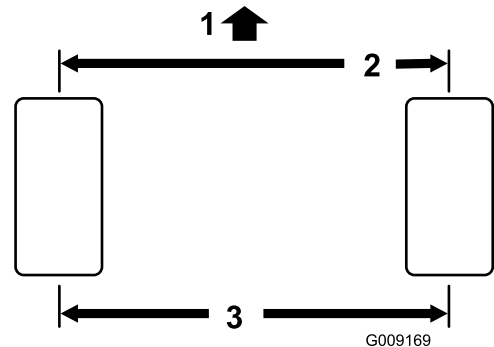

Bild 76
**Hinweis:** Der Wert für vorne darf höchstens 3 mm kleiner sein als der Wert für hinten (Bild 76).